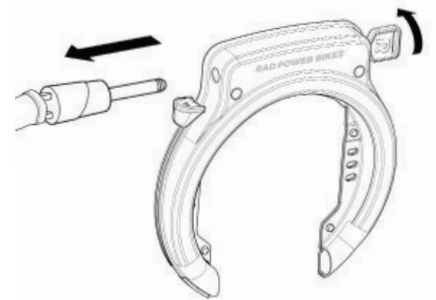

Abbildung 14: Entfernen der Sicherheitskette
- c. Drehen Sie dann den Schlüssel erneut im Uhrzeigersinn, während Sie die Sicherheitskette aus dem Schloss entfernen (Abbildung 14).